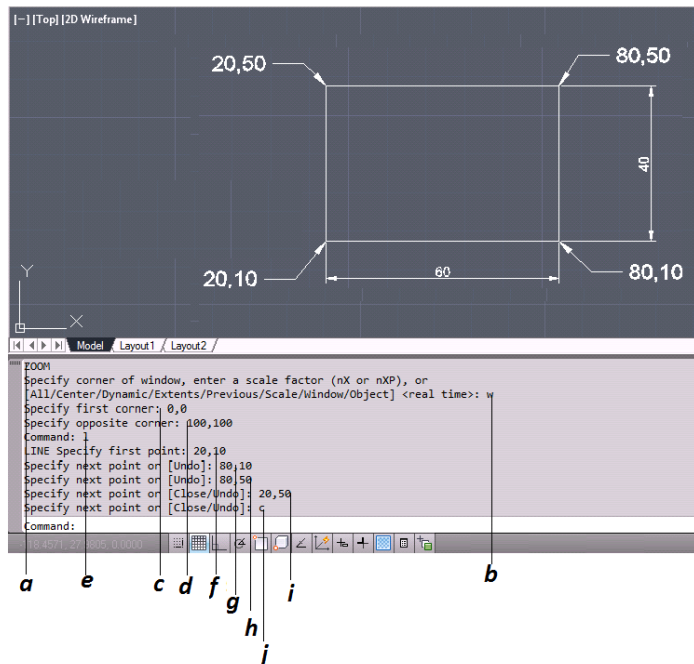

Figura 3.10. Coordenadas Absolutas
- a. Z para poder activar el comando zoom, se presiona enter (*figura 3.10*).
- b. W para indicar que será una ventana, se presiona enter (*figura 3.10*).
- c. Se ingresa como 1ª coordenada 0,0, se da enter (*figura 3.10*).
- d. Como segunda coordenada se tiene 100,100 y enter nuevamente (*figura 3.10*).
- e. L para activar el comando línea (*figura 3.10*).
- f. 20,10 será la 1ª coordenada (*figura 3.10*).
- g. 80,10 será la 2ª coordenada (*figura 3.10*).
- h. 80,50 será la 3ª coordenada (*figura 3.10*).
- i. 20,50 será la 4ª coordenada (*figura 3.10*).
- j. Finalmente C para unir el último punto con el primero y terminar el cuadro (*figura 3.10*).
Se forma un rectángulo de 60x40 unidades (*figura 3.10*).